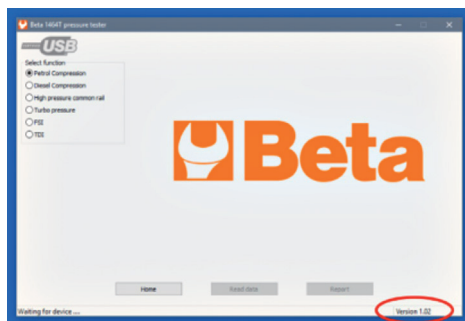

Fig. 1
- Controleer of de softwareversie van de pc de versie 1.2 of hoger is. Indien de softwareversie van de pc een lagere versie is, start u de software zodat hij zich automatisch update. Wanneer de software eenmaal is gelanceerd wacht u ongeveer een minuut om de nieuwe software van de pc te downloaden. Wanneer de software vervolgens wordt gestart is de nieuwe versie geïnstalleerd. (U kunt de versie in de hoek rechtsonder van het venster zien. (Zie fig. 1)